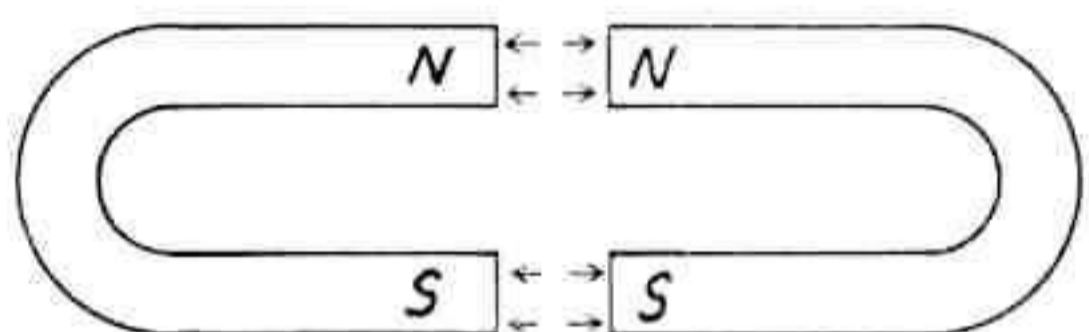

Fig 2
*Règle générale.* — Les pôles de signes contraires s'attirent (fig. 1) ; les pôles de même signe se repoussent (fig. 2).